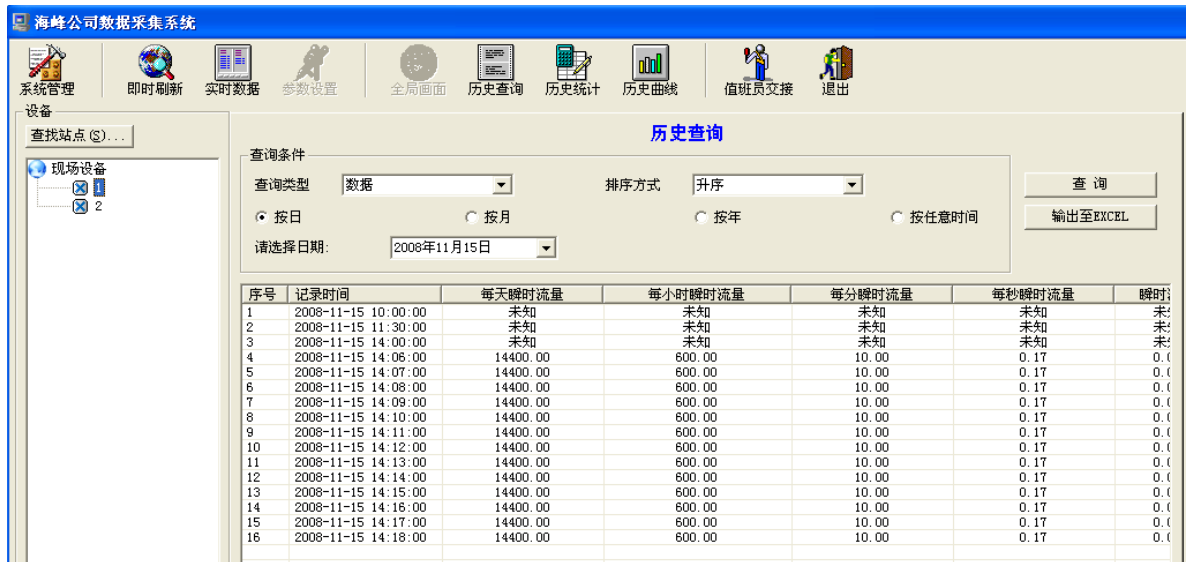

图 3.6.1 历史查询显示界面
① 单击 **历史查询** 按钮，【显示窗口】转换为【历史查询】窗口如图 3.6.1 所示；
②在左侧【现场设备】栏中选择需要查询的设备，点击【查询类型】后面的下拉按钮，可以选择想要查询的类型，包括数据查询、报警查询、交接班查询。
③点击 **查询** 按钮，可以更新显示历史记录。
④单击 **输出至EXCEL** 按钮将【历史查询】窗口内容输出到 EXCEL 表格，方便用户存储备份、打印历史数据资料。